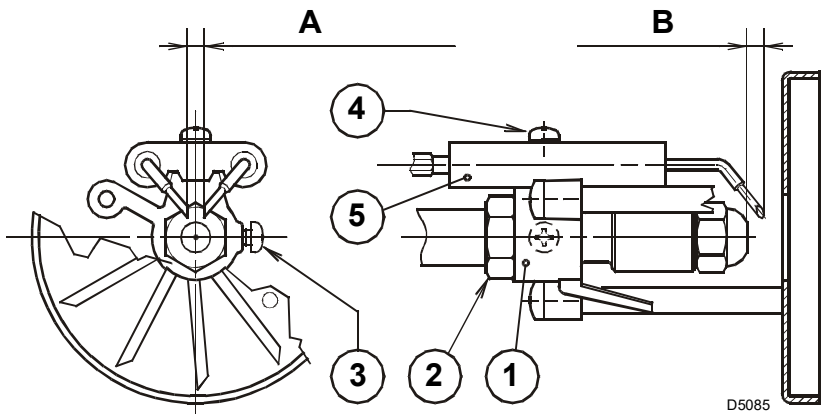

Fig. 11
Respetar las medidas de la Fig. 11.
- apoyar el conjunto soporte estabilizador 1)(Fig. 11) al porta-boquilla 2)(Fig. 11) y bloquear con el tornillo 3)(Fig. 11).
- Para efectuar ajustes del grupo electrodos 5) aflojar el tornillo 4)(Fig. 11).
- Extraer los cables 4) de los electrodos, aflojar el tornillo 3)(Fig. 11) y extraer el conjunto soporte estabilizador 7) del conjunto portaboquilla 1).